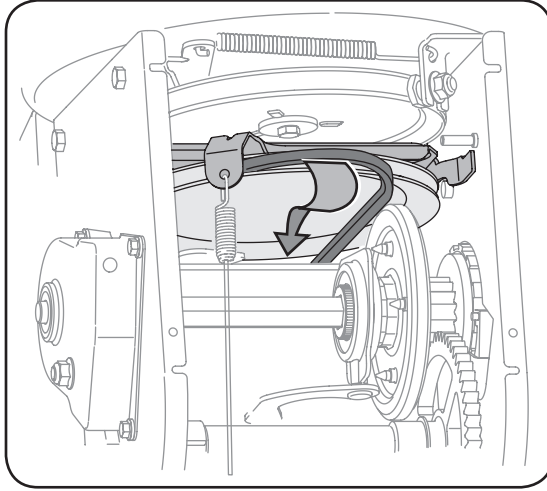

Figure 6-10
- Basculez doucement la souffluse vers l'avant pour la faire reposer sur l'habitacle de la tarière. Voir la Figure 6-10.